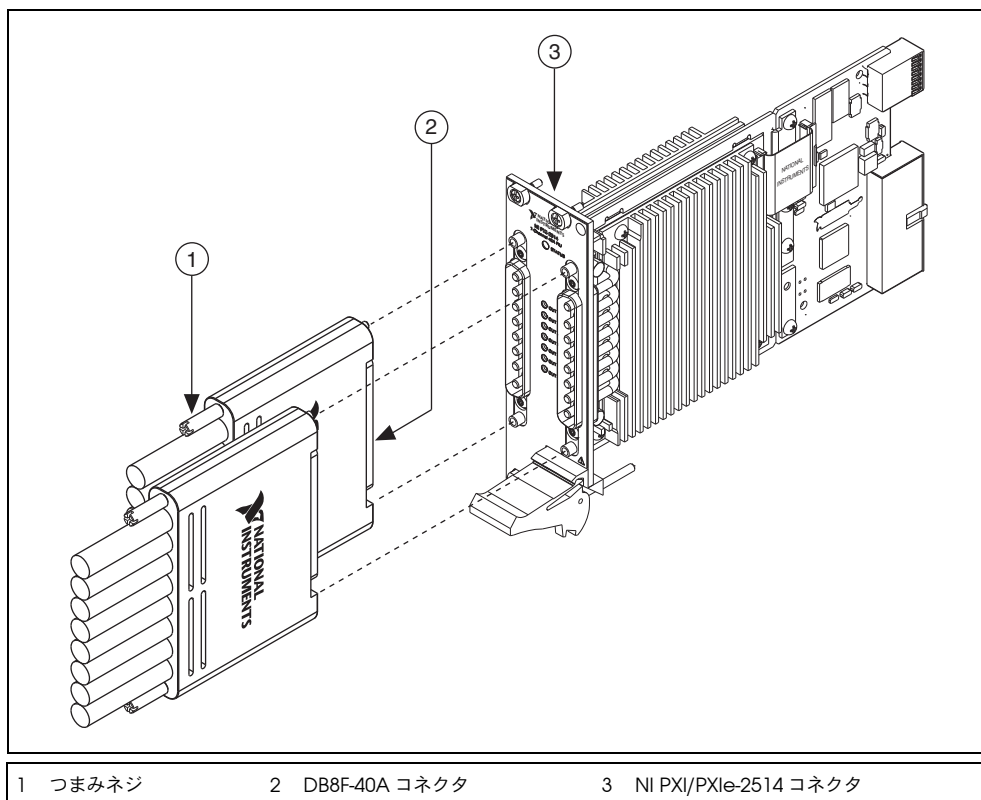
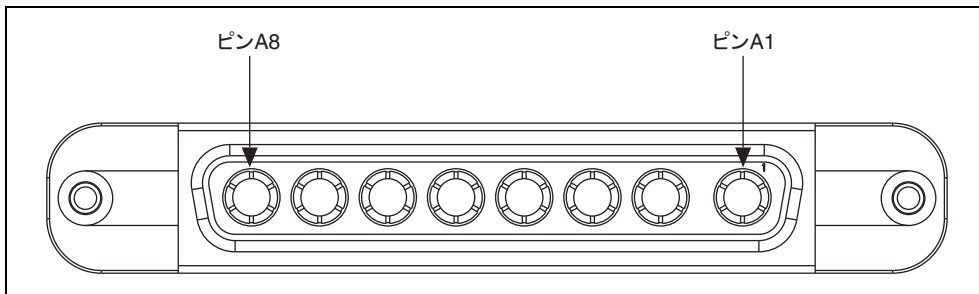

図 1 ケーブルを NI PXI/PXIe-2514 に接続する
図 4 DB8F メイトコネクタ
ケーブルをスイッチモジュールおよびアプリケーションに接続するには次の手順に従います。ケーブルの取り付けについては図 1 ～ 3 を参照し、コネクタの図解は図 4 を参照してください。
1. 図 1 に示すように、DB8F コネクタをスイッチモジュールの 2 つの DSUB フロントコネクタのいずれかに接続します。
このケーブルは、8 ピンメス DSUB コネクタ（DB8F コネクタ）を 2 つめの DB8F コネクタまたは 8 本の非終端ワイヤに接続します。DB8F コネクタは、スイッチモジュールへの接続に使用します。2 つめの DB8F コネクタおよび非終端ケーブルはアプリケーションへの接続に使用します。図 4 は、DB8F コネクタのピン配列を示します。